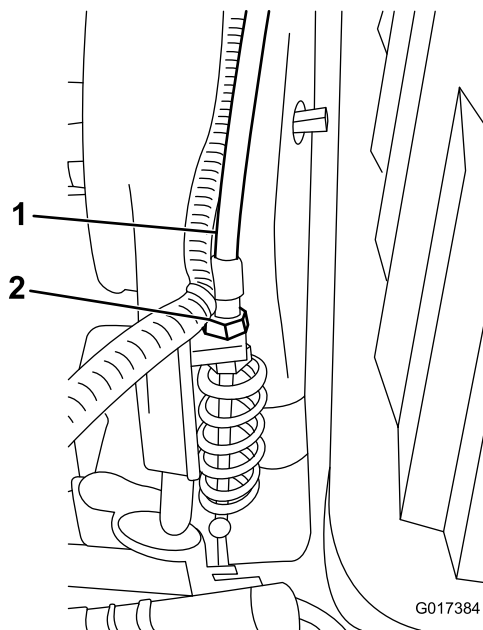

Figura 45
3. En el soporte de la transmisión, ajuste el cable de control del molinete (Figura 45), para obtener una longitud de 70,6–72,4 mm.